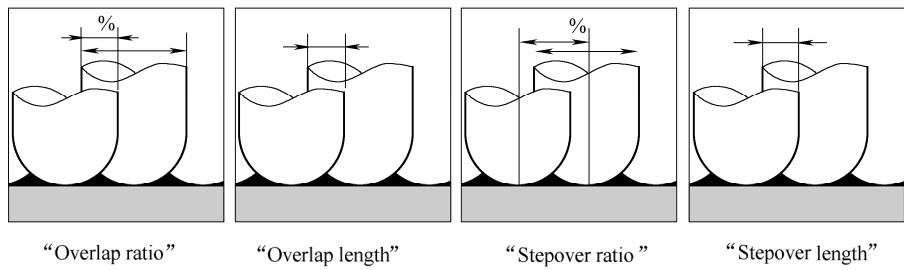

图 2-53 “Stepover” 示意图
- “Stepover”：用于设置刀具径向进给量，如图 2-53 所示，包括以下选项：